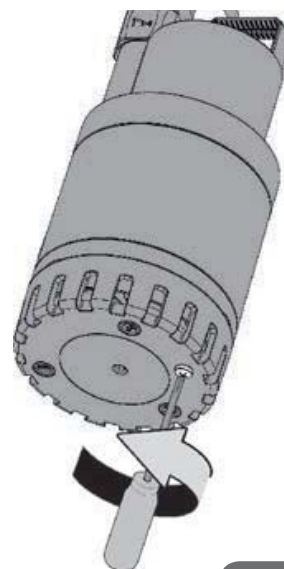

Figure 9
- Sur les modèles où elle est présente, dévisser la vis de fixation sur le filtre (Fig.9).